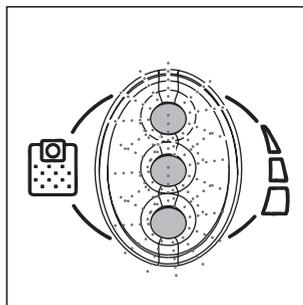

fig. 6
Indicador EPS (Electronic Protection System) de saco cheio (G) (fig. 6)